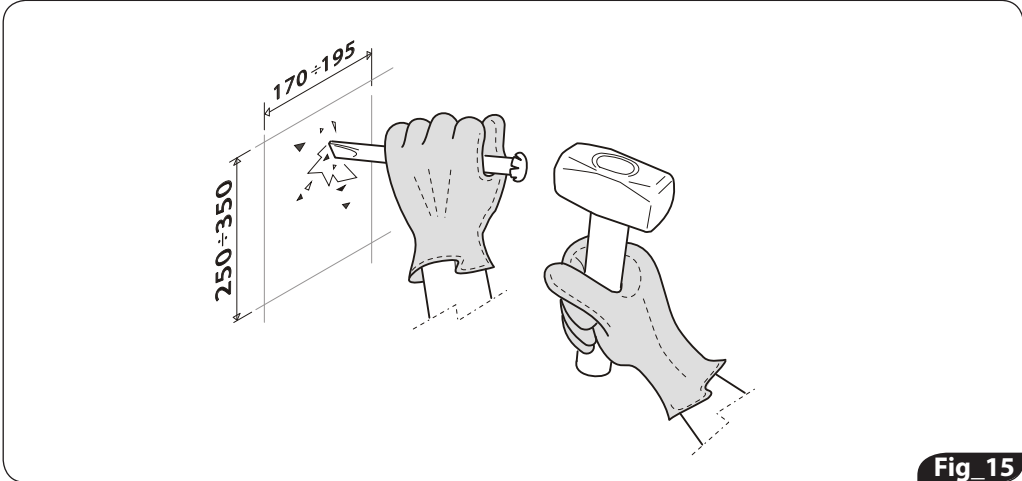

Fig 15
3. Creare nel muro lo spazio necessario per l'alloggiamento del miscelatore completo con la protezione in polistirolo. (fig. 15)
3. Create enough space in the wall to fit the mixer including polystyrene protective casing (Fig. 15).
3. In der Wand genug Platz für die Unterbringung des Ein-Hebel Mischers samt Polystyrol-Schutz schaffen. ( Abb. 15)